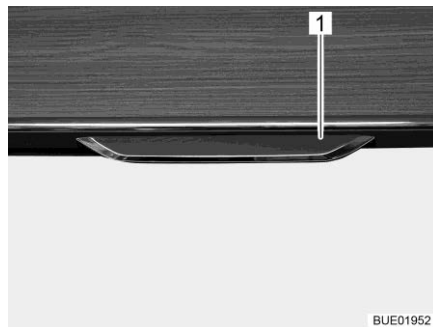
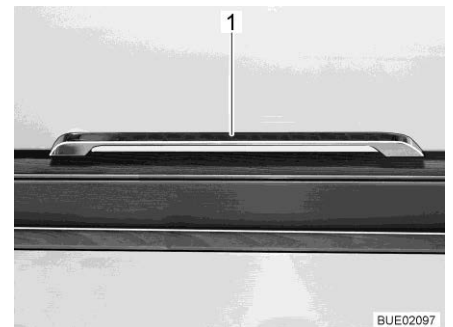

Bild 68 Skåplucka med låshandtag
Bild 69 Låshandtag (Ixeo T)
- Dra låshandtaget (Bild 68,1 och Bild 69,1) uppåt eller nedåt utifrån.